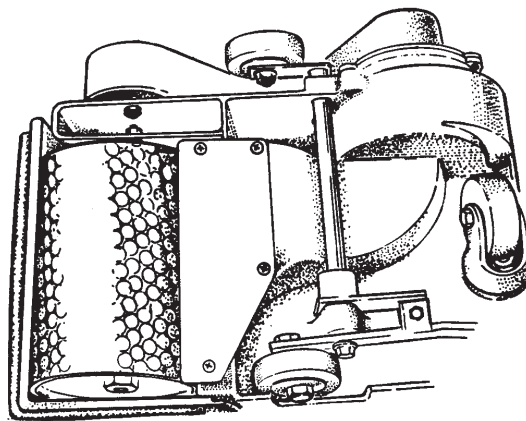

Figure 12
5. Alignez le patin avec le tambour et serrez les vis (voir la figure 12).